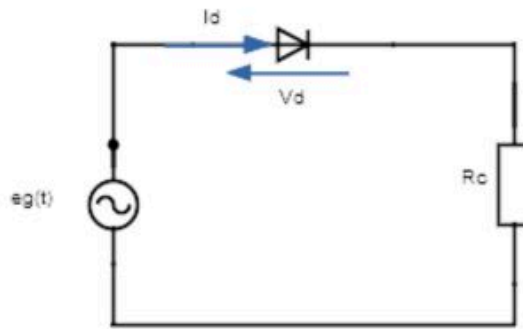

Figure 7.a – Diode dans un circuit
- Soit le circuit montré dans la figure 7
- La droite de charge est la relation entre I_d et V_d (voir la figure 7.b), on a : selon la loi des mailles :